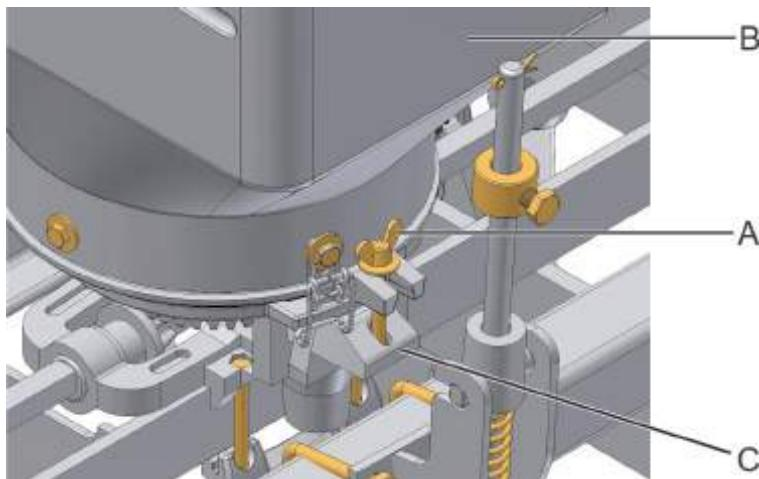

fig. 12
Para a verificação ou substituição dos discos, afrouxe a porca borboleta (A) (fig. 12), desloque o parafuso da base suporte (C), gire e suspenda o reservatório (B), vire ao contrário o reservatório e libere o prato (D) através das presilhas (E). Após realizar a montagem do disco correto, gire o disco com a mão para se certificar que o mesmo está girando livremente.